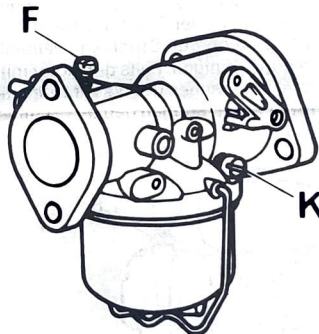

Bild 7
- Bei der Leerlaufdrehzahl des Motors kann das Kraftstoff/Luft-Gemisch im Vergaser durch die verstellbare Luftregulierschraube (K, Bild 7) eingestellt werden. Luftregulierschraube sorgfältig schliessen, dann 1 1/4 Umdrehungen öffnen (Grundeinstellung). Motor warm laufen lassen.
- Mit der Leerlauf-Regulierschraube (F, Bild 7) die Motordrehzahl auf ca. 1000 U/Min. mittels Tourenzähler einstellen.
- Luftregulierschraube (K, Bild 7) hinein- bzw. herausdrehen, bis die Drehzahl nicht mehr steigt und der Motor gleichmässig läuft.
- Nun mit der Leerlauf-Regulierschraube (F, Bild 7) die gewünschte Leerlauf-Drehzahl einstellen. Der Motor sollte unverzüglich beschleunigen ohne auszusetzen. Ist dies nicht der Fall, so ist die Luftregulierschraube (K, Bild 7) in der Regel auf ein reicheres Gemisch bzw. seltener auf ein mageres Gemisch einzustellen.